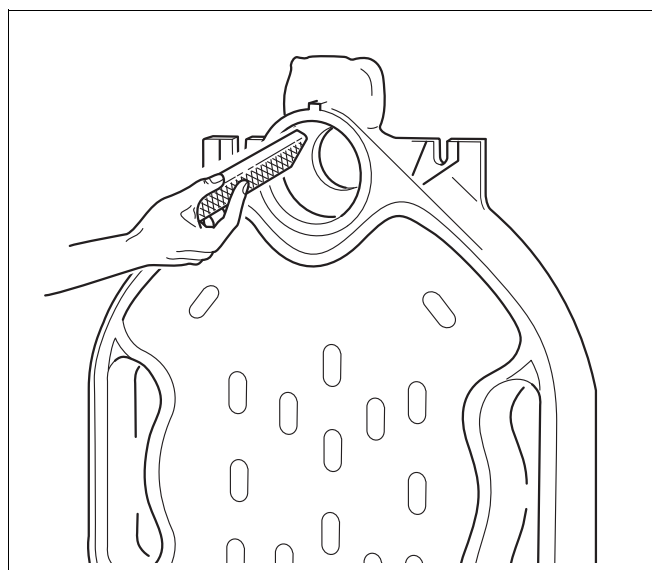

Рис. 7 Удаление заусенцев
- Если есть заусенцы на ступицах, то их надо зачистить напильником (рис. 7).
- Если есть заусенцы на ступицах, то их следует зачистить напильником (согласно рис. 7).